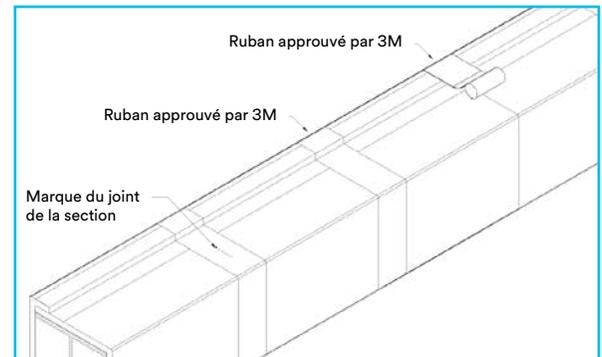

Figure 6
- 5** Le joint abouté où les deux pièces se rejoignent (joint périmétrique) doit être recouvert de Ruban en aluminium 437 3M^{MC} de 100 mm (4 po). Poser le ruban et marquer l'emplacement des joints sur le ruban à l'aide d'un marqueur à pointe souple de manière à établir un point de référence. Les points de référence servent à assurer le décalage des joints de 50 mm (2 po). La deuxième couche doit être positionnée le long de la coupe longitudinale afin qu'aucun joint ne s'aligne (Figure 6). Lisser le ruban à l'aide d'un rouleau dur ou d'un bord droit en exerçant une pression pour assurer une adhérence adéquate du ruban sur l'enveloppe endothermique et pour éliminer tous les vides.